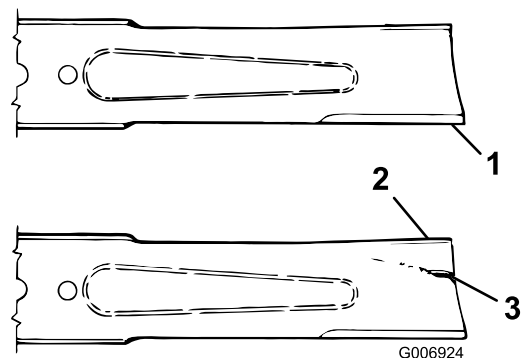

Figura 31
1. Inspeccione los filos de corte (Figura 31). Si los bordes no están afilados o tienen mellas, retire la cuchilla y afílela; consulte Cómo afilar la cuchilla.
2. Inspeccione la cuchilla, especialmente la parte curva (Figura 31). Si observa cualquier daño o desgaste en esta zona, instale inmediatamente una cuchilla nueva.